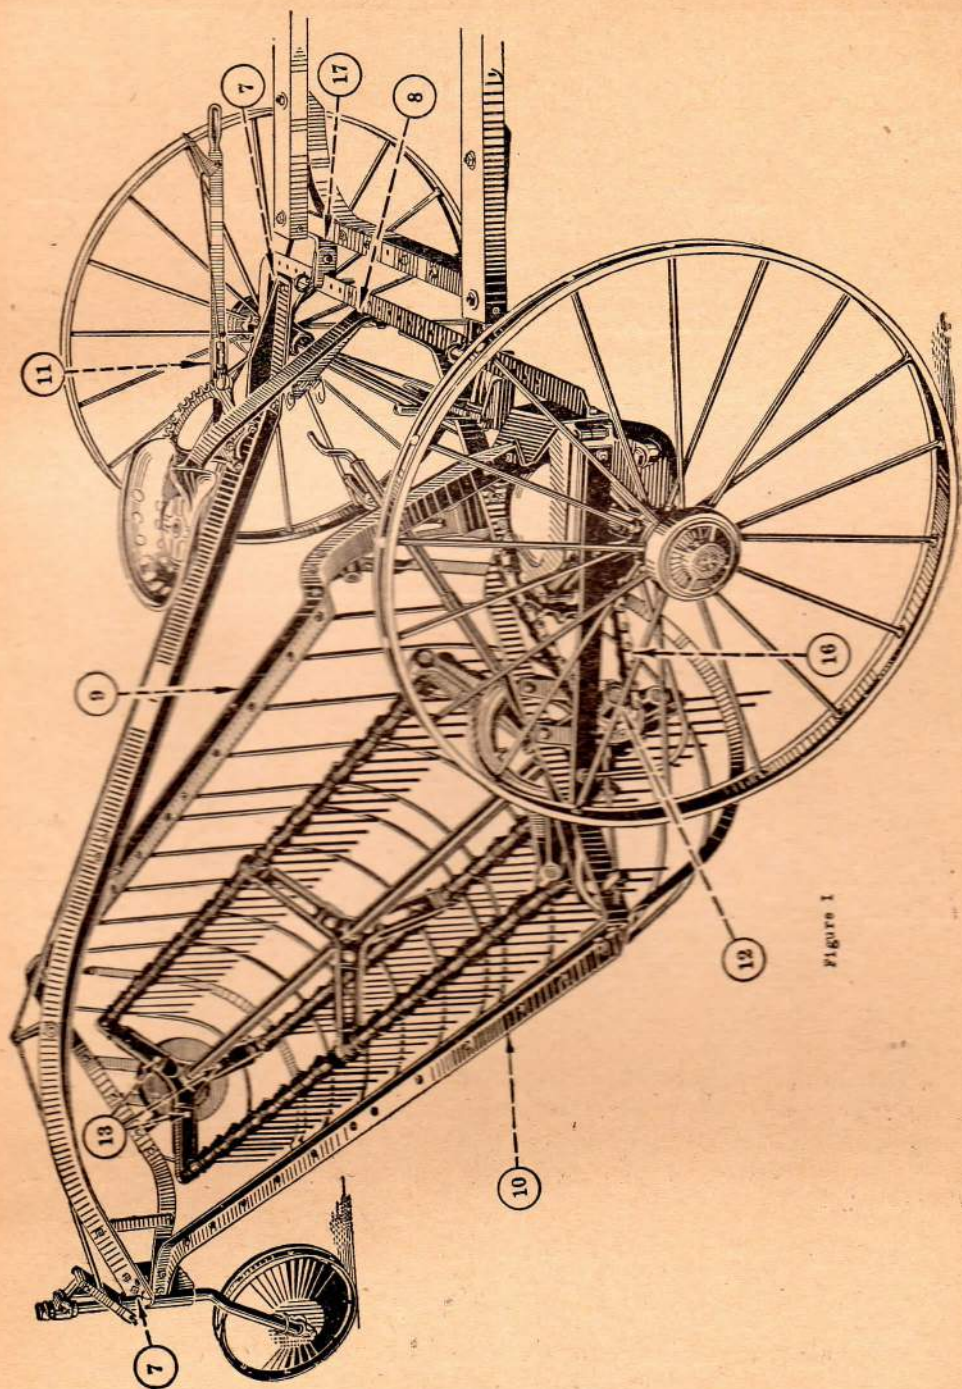

Figure 1
8. Fixez la traverse diagonale gauche en boulonnant le ressort de siège sur lequel vous aurez fixé le siège, entre la traverse et la cornière avant du bâti principal. Cette traverse se fixe également au boulon avant du secteur du levier de relevage (voir fig. 1 et 2).
13. Enlevez le coussinet arrière du cylindre. Passez le coussinet dans la glissière arrière et montez le tout sur le tube en remettant les rondelles à leur place. Mettez l'axe et la goupille servant à maintenir le coussinet. Attachez la glissière et sa bride au support arrière du cylindre (voir fig. 1 et 5).
17. Fixez les charnières du bâti de traction à l'avant du bâti principal et boulonnez les brancards au bâti de traction comme vous l'indique la figure 1.